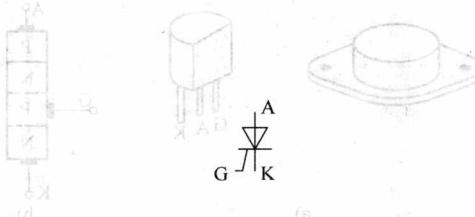

图 2-1 单向晶闸管电路图形符号
(1) 单向晶闸管: 单向晶闸管英文全称为 Unidirectional Thyristor, 但为方便起见, 仍常沿用 SCR ( Semiconductor Controlled Rectifier ) 作为其简称。它是由 PNPN 四层半导体材料构成的三端半导体器件, 三个引出端分别为阳极 A、阴极 K 和门极 G, 其电路图形符号如图 2-1 所示。
管模块外形和电路。如图 2-1 所示，D 极引线不加接壳类晶闸管，大功率单相半控桥整流时，达凌公司生产的双向晶闸管，其阳极 A、阴极 K 及两个反向阳极 D、门极 G 分别由一个平面二极管和一个肖特基二极管组成。